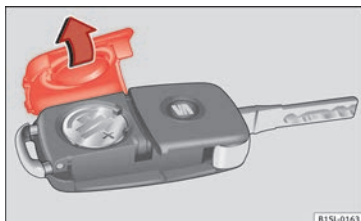

Fig. 42 Llave del vehículo: tapa del compartimento para la pila.
La pila se encuentra en la parte trasera de la llave del vehículo, bajo una tapa » **fig. 42**.
- Retire la tapa de la parte trasera de la llave del vehículo » **fig. 42** en la dirección de la flecha » **1**.
- Coloque la tapa en la carcasa de la llave del vehículo, presionándola tal como se muestra » **fig. 42**, en sentido contrario a la flecha, hasta que encastre.